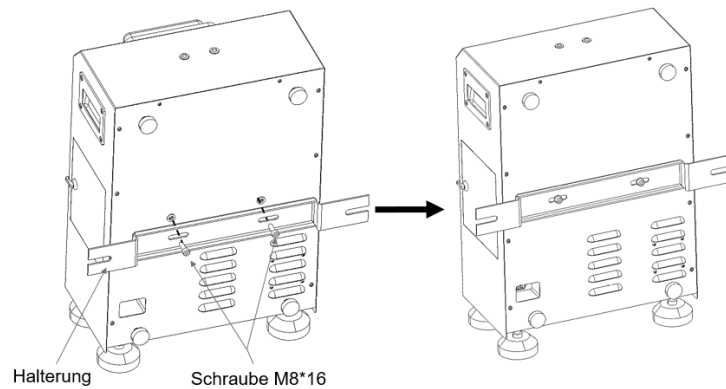

ABB.5
3. Installieren Sie die Halterung am Gerät, wie in ABB. 5 gezeigt.